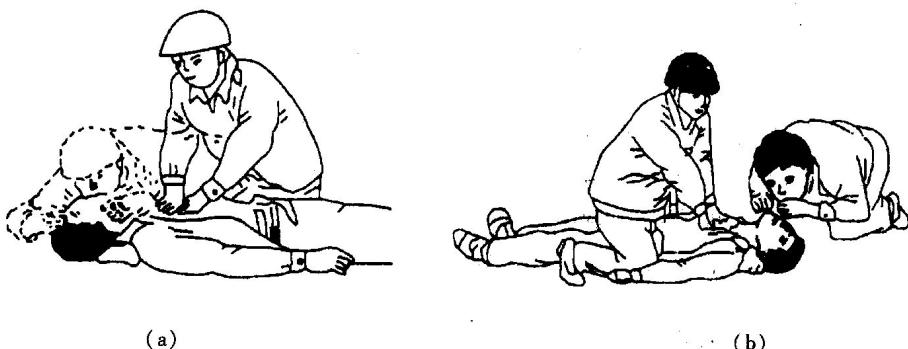

图 1-1-17 急救方法
③ 两种方法交替进行。对“呼吸和心跳都已停止”的触电者,应同时采用“口对口人工呼吸法”和“胸外心脏按压法”进行急救。
a. 一人急救:两种方法应交替进行,即吹气 $2\sim3$ 次,再挤压心脏 $10\sim15$ 次,且速度都应快些,如图 1-1-17(a) 所示。
b. 两人急救:每 5 s 吹气一次,每 1 s 挤压一次,每按压 5 次后由另一人吹气 1 次,如图 1-1-17(b) 所示。